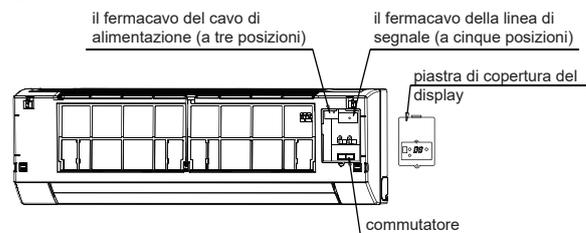

Fig. 7-2
2. Collegare singolarmente il cavo di alimentazione e la linea del segnale, regolare il selettore (fare riferimento alla Fig 7-2)